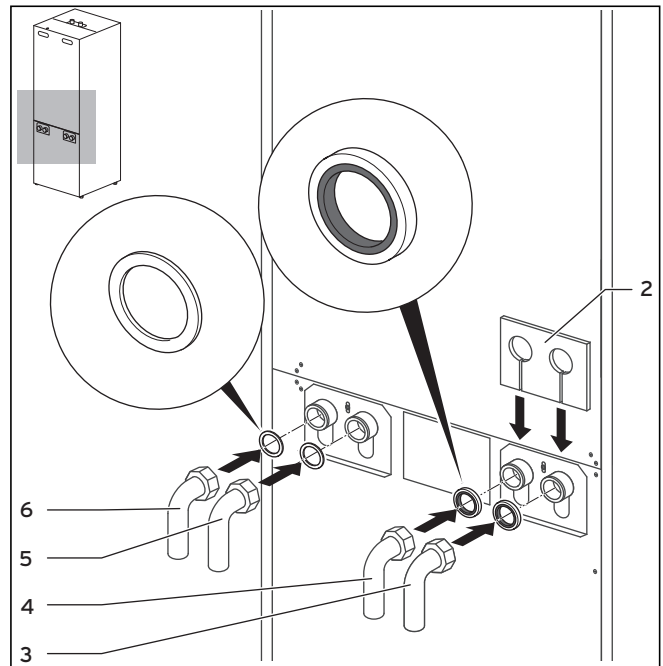

Abb. 5.5 Anschlusswinkel montieren
Falls an den Anschlüssen des Solekreises/Brunnenwasserkreises (→ **Abb. 5.5, Pos. 3 und 4**) nicht die Dichtungen mit Metallstützring verwendet werden, kann es zu Undichtigkeiten kommen!
- Die Rohrinstallation und die Verwendung der Dichtungen muss gemäß → **Abb. 5.5** erfolgen.
Legende zu Abb. 5.5
- Schließen Sie die Vorlaufleitung an (→ **Abb. 5.5, Pos. 6**).
- Schließen Sie die Rücklaufleitung an (→ **Abb. 5.5, Pos. 5**).
- Schließen Sie die Soleleitungen an die Wärmepumpe an (→ **Abb. 5.5, Pos. 3 und 4**).
- Montieren Sie die zur Wärmedämmung des Anschlussblechs vorgesehene Isoliermatte (→ **Abb. 5.5, Pos. 2**).